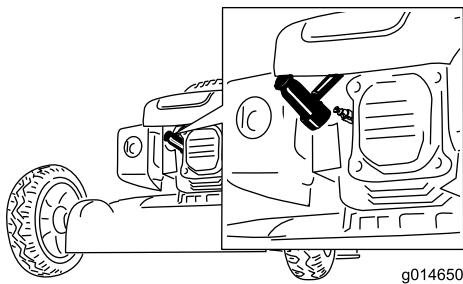

Рисунок 39
2. Отсоедините провод от свечи зажигания (Рисунок 39), прежде чем выполнять любые процедуры технического обслуживания.